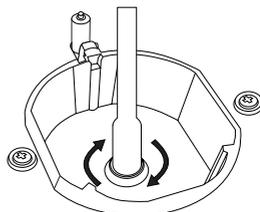

Figura 6
4. Togliere l'iniettore come indicato nella Figura 6 con un cacciavite, quindi sostituire con uno nuovo del tipo desiderato.